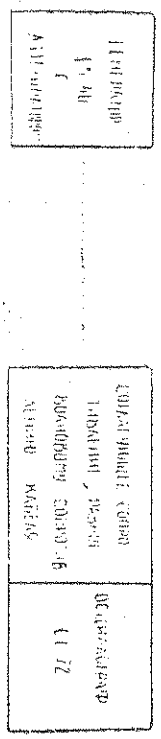

Рис. 6.
14.4.4. Проверка времени нарастания та переходной характеристики канала вертикального отклонения производится во всех положенных переключателях «ВОЛЬТ/ДЕЛЕН» путем подачи на открытый вход прибора незначительного импульса обеих полярностей с временем нарастания не более 3 нс и длительностью не менее 1 мкс от генератора Г5-40. Схема соединения аппарата приведена на рис. 6.
Схема соединения аппаратуры приведена на рис. 6.